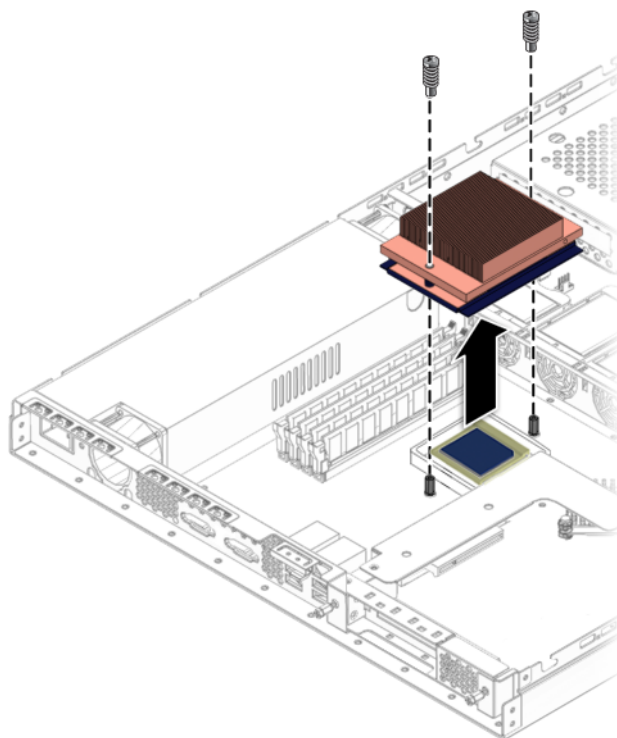

FIGURE 4-31 Retrait du dissipateur de chaleur
3. Desserrez les deux vis qui fixent le dissipateur de chaleur à la carte (cf. FIGURE 4-31).